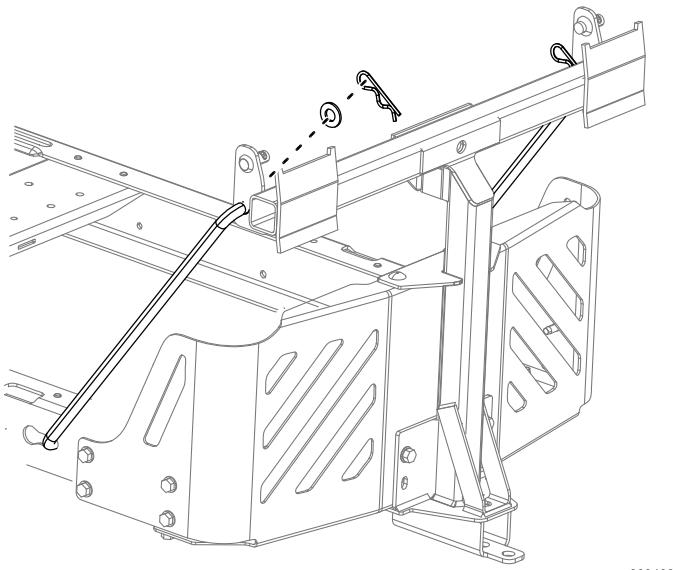

Figura 13
- Instale el extremo doblado y abocinado de una varilla en la ranura en forma de bocallave del lado izquierdo del bastidor de la máquina, y mueva la varilla hacia atrás para encajarla en el bastidor (Figura 13).
- Introduzca los extremos doblados de las varillas en la placa de enganche, como se indica en la Figura 13, y sujeté el extremo de cada varilla con una arandela y una chaveta.